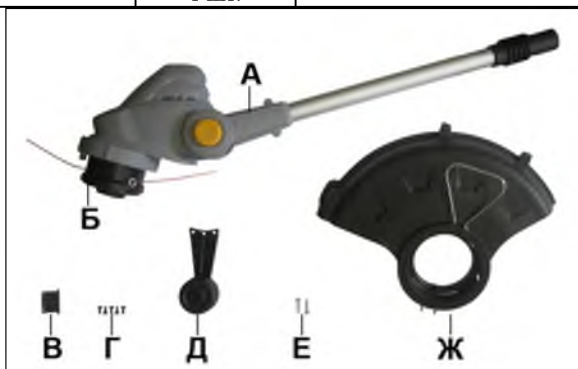

Рис. 1.
4.1. Комплектность триммера представлена в таблице 3 и на Рис.1